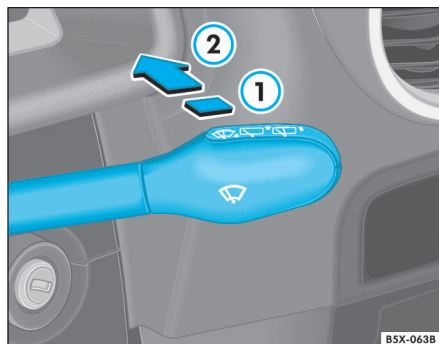

Fig. 52 Palanca del limpiaparabrisas / lavador de la luneta trasera
- Empuje, con un toque rápido, la palanca hacia adelante ⇒ fig. 52 ①. Las escobillas efectúan un movimiento cada 6 segundos.
- Empuje la palanca hacia adelante durante algunos instantes ⇒ fig. 52 ②. El limpiador y el lavador funcionan mientras la palanca es mantenida en esta posición.